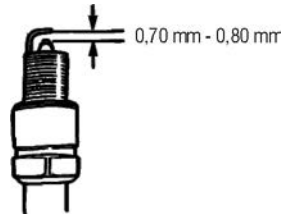

Fig. 15 – Folga da vela
- 7 – Para um correto funcionamento a folga da vela deve estar entre 0,70 e 0,80 mm (fig. 15);